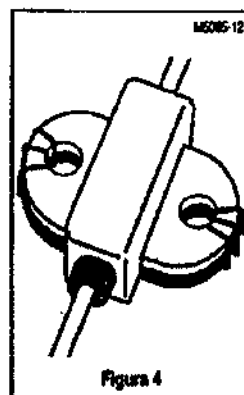

Figura 4
- 12. Una por sutura el punto de sutura optativo y la pieza de fijación al paciente para impedir el desplazamiento del catéter (ver figura 4).